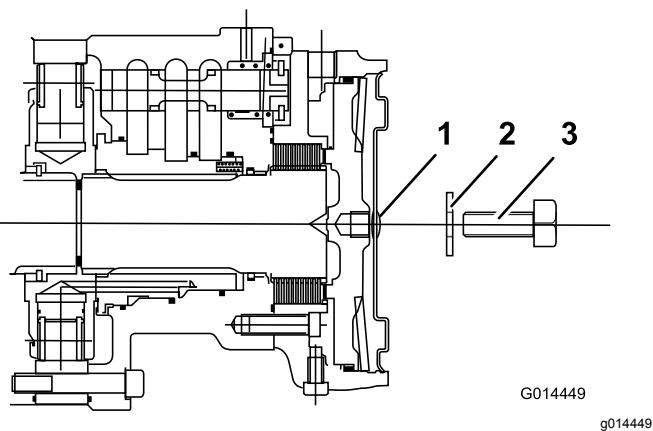

Figura 36
4. Instale um parafuso M12 x 40 mm comprido com anilha no furo no centro da placa de extremidade do motor (Figura 36).
5. Aperte o parafuso no furo roscado no pistão do travão até que o travão seja libertado (Figura 36).
6. Identifique o conjunto de travões de disco do motor da roda da frente do lado esquerdo e repita o procedimento anterior (Figura 36).